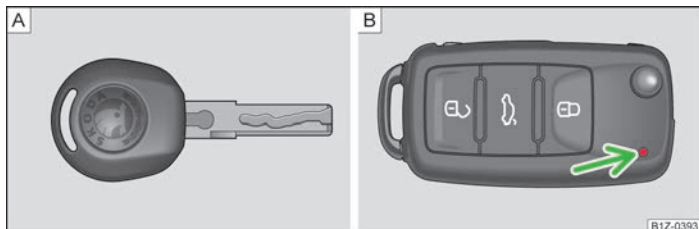
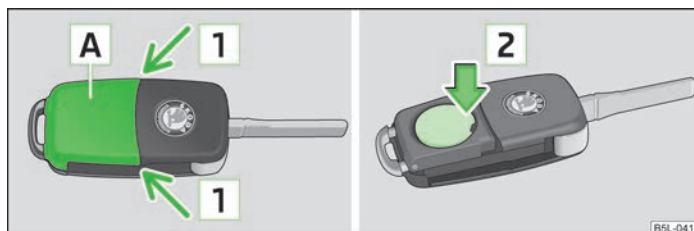

Fig. 8 Cheie fără comandă de la distanță / cheie cu comandă de la distanță (cheie cu telecomandă)
Fig. 9 Cheia cu telecomandă: îndepărtarea capacului/extragerea bateriei
La livrarea autovehiculului primiți două chei. În funcție de echipare, autovehiculul dumneavoastră poate fi echipat cu chei fără comandă de la distanță » fig. 8-A sau cu chei cu comandă de la distanță » fig. 8-B.
Fiecare cheie cu telecomandă conține o baterie, care se găsește sub capacul **A** » fig. 9. Când bateria este descărcată, după apăsarea unei taste, lampa de control de culoare roșie » fig. 8 la pagina 26 - **B** de pe cheia cu telecomandă nu luminează intermitent. Vă recomandăm să vă adresați unui partener contractual ŠKODA pentru înlocuirea bateriei cheii. Dacă doriți totuși să înlocuiți singur bateria descărcată, procedați în felul următor:
- Apăsăți capacul bateriei cu degetul mare sau cu o șurubelniță cu vârf plat, în locurile marcate cu săgețile **1** » fig. 9.